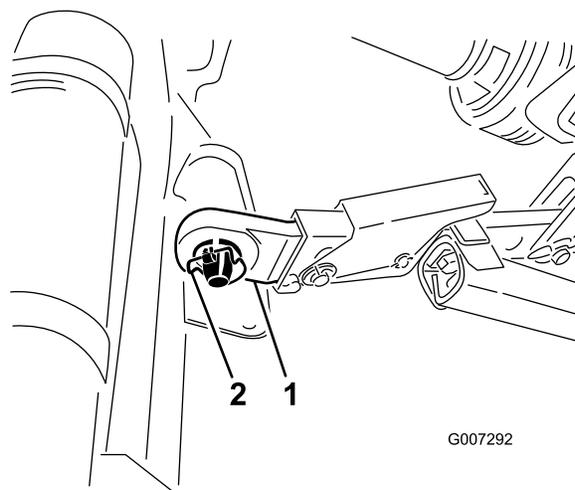

Рисунок 6
5. Установите правый и левый рычаги нижних тяг на пальцы навески (Рисунок 6).
6. Закрепите рычаги нижних тяг на пальцах навески с помощью шплинтов с кольцом (Рисунок 6).